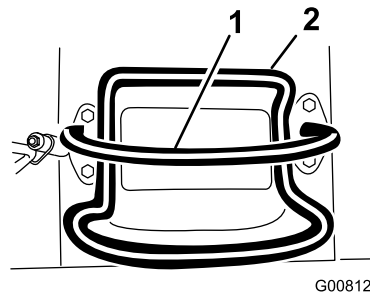
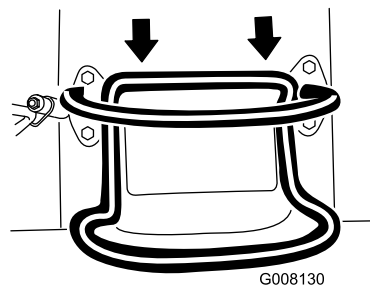

Figura 8
Figura 10
- Per spostarvi in retromarcia, tirate indietro il comando della trazione (Figura 10). **Quando ci si sposta in retromarcia, controllare che dietro non vi siano ostacoli e tenere le mani sulla barra di riferimento (Figura 8).**
- Per l'arresto, rilasciate il comando della trazione (Figura 8).